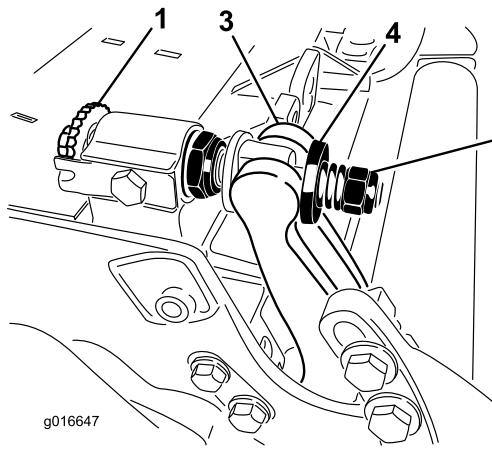

Рисунок 30
1. Поворачивайте регулировочные винты планки неподвижного ножа против часовой стрелки, чтобы отодвинуть неподвижный нож от барабана (Рисунок 30).
2. Отвинчивайте гайку натяжения пружины до тех пор, пока шайба больше не будет нажимать на планку неподвижного ножа (Рисунок 30).